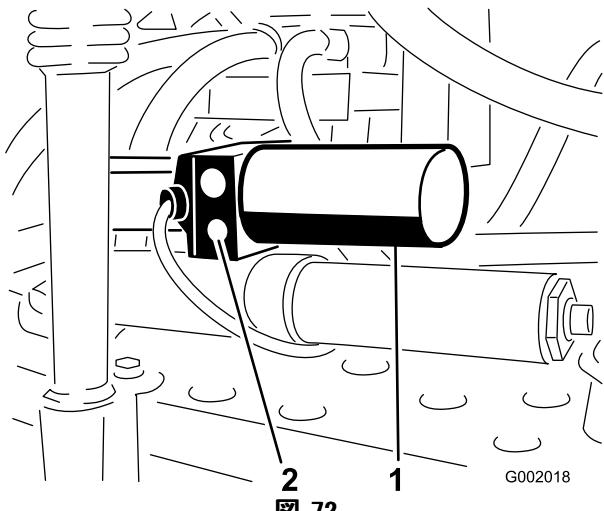

図 72
- 各アクチュエータについている手動リリーフ・バルブを探し出す。アクチュエータのボディの片側だけについている小さいほうのバルブが手動リリーフ・バルブである（図 72）。